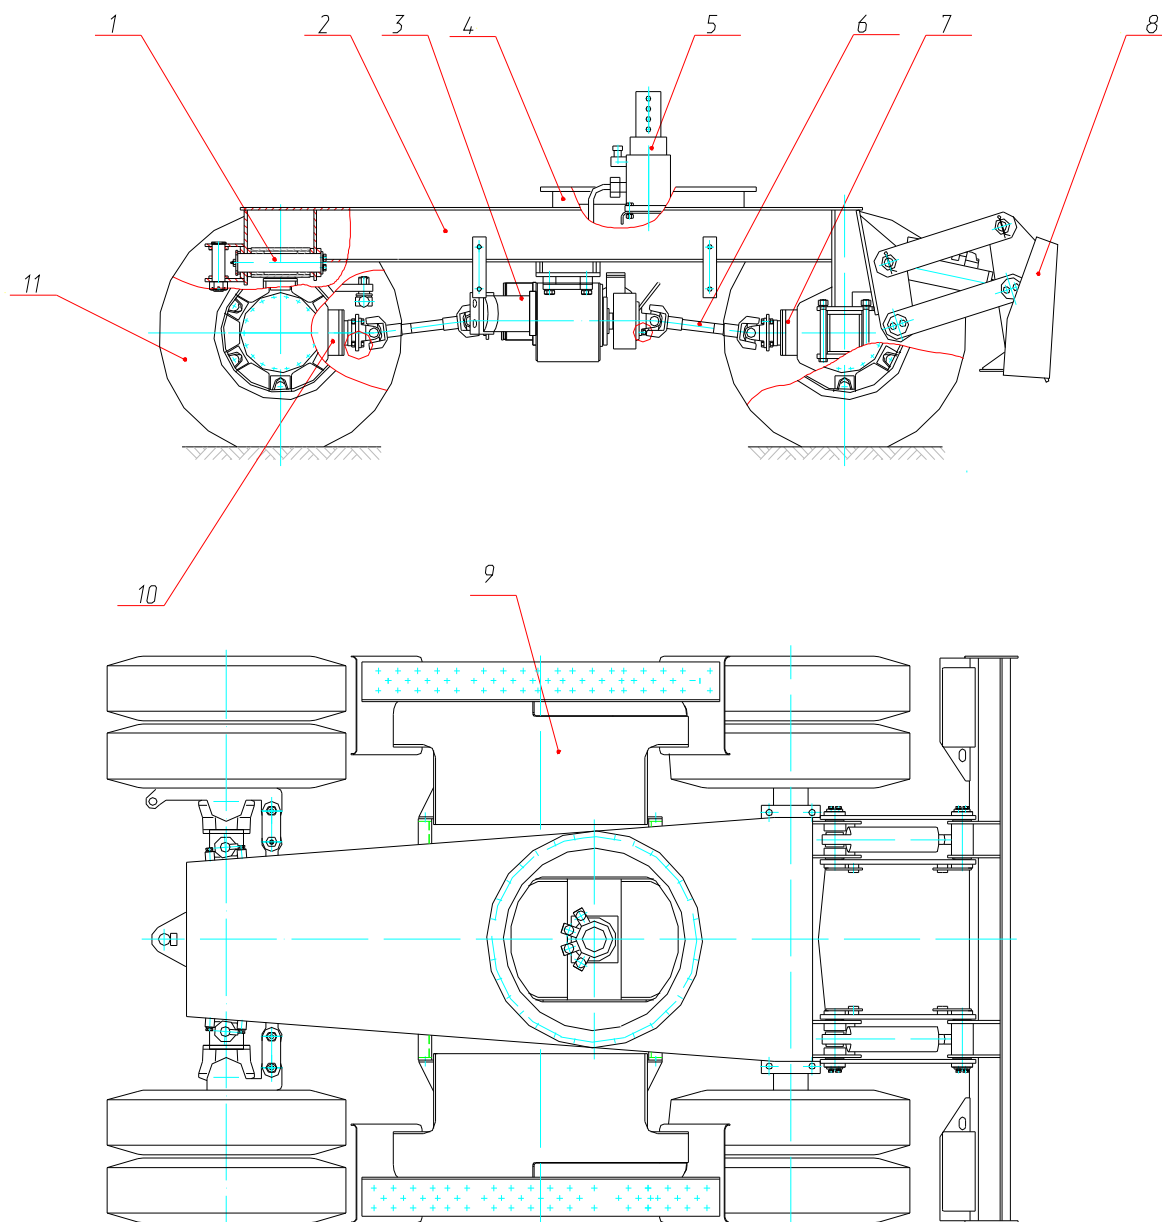

Рис. 15 Пневмоколёсное ходовое устройство
1. ПНЕВМОКОЛЕСНОЕ ХОДОВОЕ УСТРОЙСТВО (рис. 15)